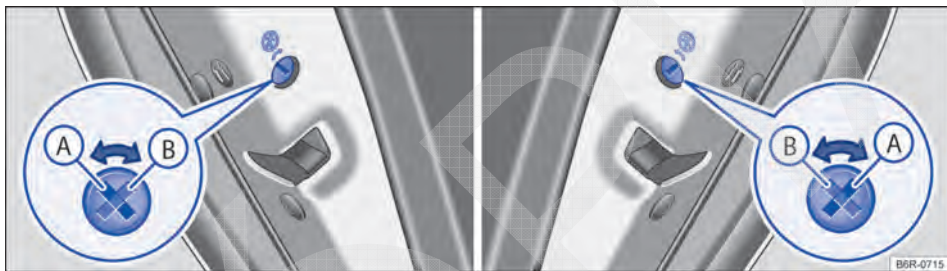

Fig. 55 Nas portas traseiras: trava de segurança para crianças (A) desacionada, (B) acionada.
- Introduzir a haste da chave na ranhura da trava de segurança para crianças para acionar ou desacionar → Fig. 55.
Posição da ranhura → Fig. 55: